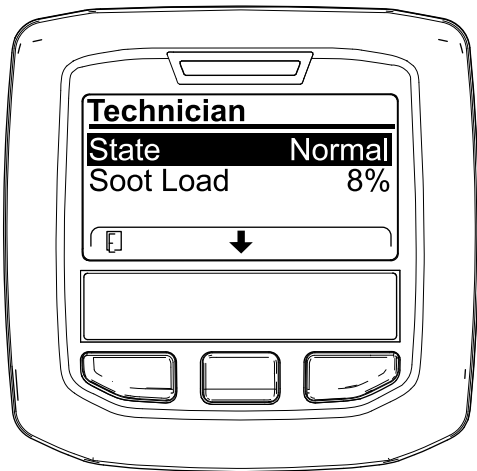

Figura 38
- Servitevi della tabella dell'operatività FAP per comprendere lo stato corrente dell'operatività del FAP (DPF) (Figura 38).